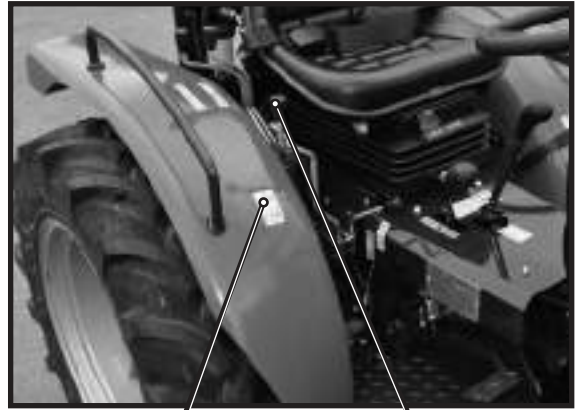

Fig. 15
A través de la palanca (1) Fig. 15, es posible controlar la posición de los brazos del elevador, desde la posición de altura máxima hasta la posición de altura mínima según indicaciones de calcomanía (2) Fig. 15.